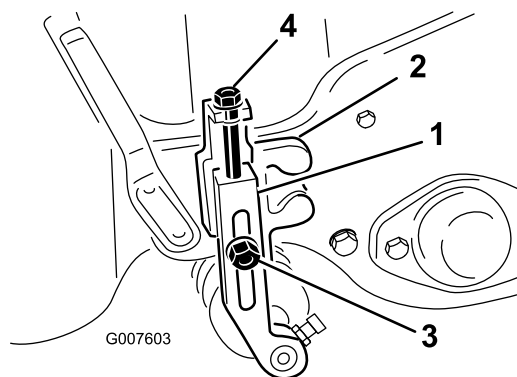

Figura 54
2. Allentate i dadi di bloccaggio che fissano i bracci dell'altezza di taglio alle relative staffe (Figura 54).